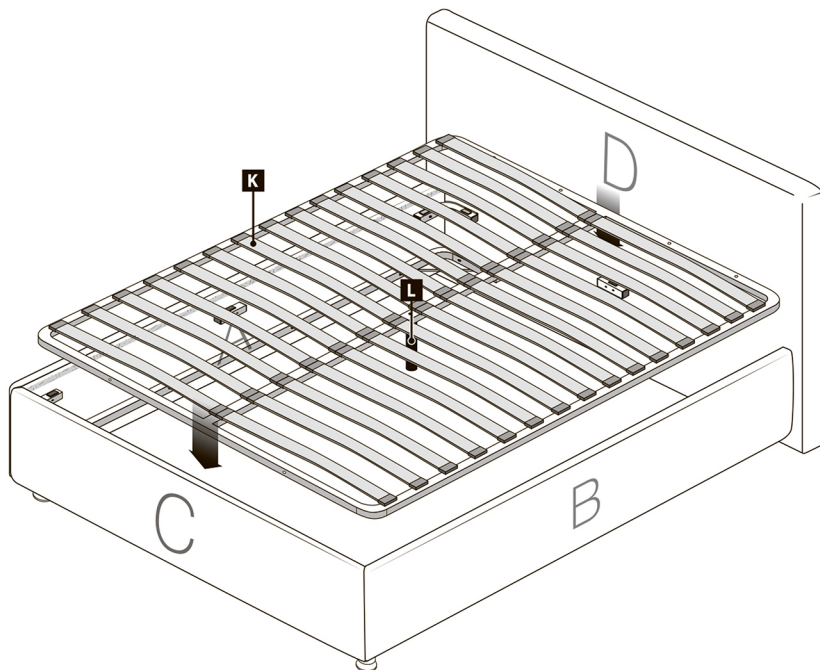

Рис. 6 Помещение ортопедического основания K в кровать (для кроватей с ортопед. основанием)
11. По центру ортопедического основания **K** закрепите опору **L** и вставьте ее в центр изделия, аккуратно опустите основание на полки и угловые стяжки. Перейдите к разделу «Натяжка чехла» стр. 10 (рис. 6)